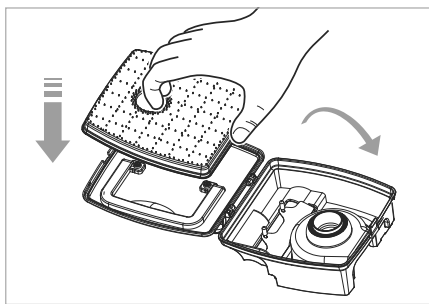

Fig. 14
- 7) Fije el filtro EPA **9** a la tapa del depósito de polvo **14** y ciérrela (consulte la fig. 14).